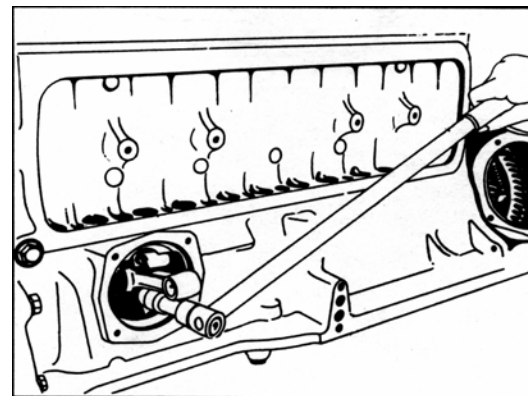

РИС. 122
- 5) Открутите болты крепления крышки шатуна и удалите шатун с крышкой и вкладышами (рис. 122).